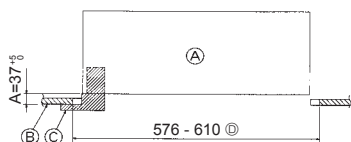

Fig. 5-2
②	Винт с шайбой	4	M5 × 0,8 × 28 (мм)
③	Лекало	1
④	Соединительный провод для приемника сигнала	1	Входит в комплект, если оснащено приемником сигнала.
⑤	Соединительный провод для датчика i-See	1	Входит в комплект, если оснащено датчиком i-See.
⑥	Зажим	2	Входит в комплект, если оснащено приемником сигнала.
⑦	Зажим	2	Входит в комплект, если оснащено датчиком i-See.
⑧	Беспроводной пульт дистанционного управления	1	Входит в комплект при наличии беспроводного пульта дистанционного управления.
⑨	Держатель пульта дистанционного управления	1	Входит в комплект при наличии беспроводного пульта дистанционного управления.
⑩	Батарейки LR6 AA	2	Входит в комплект при наличии беспроводного пульта дистанционного управления.
⑪	Шурупы-саморезы 3,5 × 16	2	Входит в комплект при наличии беспроводного пульта дистанционного управления.
5.2. Подготовка к присоединению решетки (Fig. 5-2)